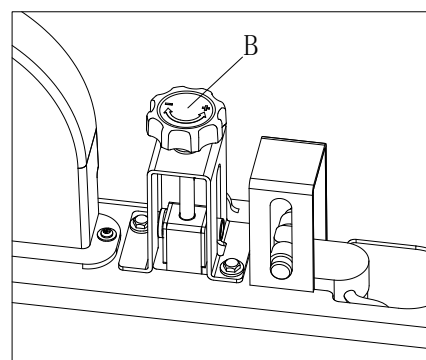

Figura 21
5. Ruotare il regolatore della spazzola principale (B, Figura 21) sul lato destro della macchina come indicato di seguito: